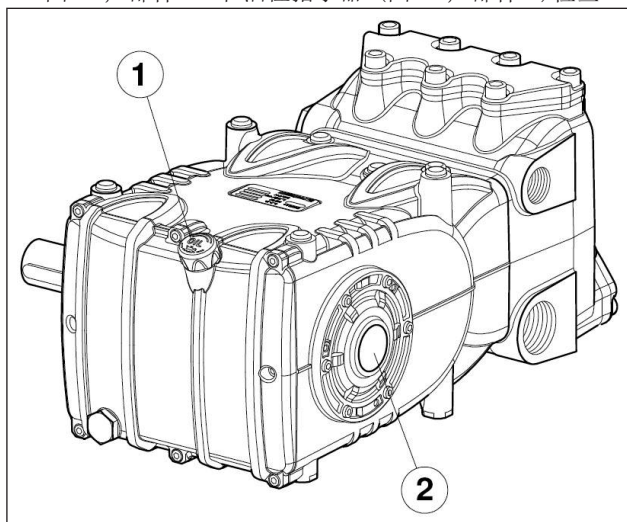

图 14
5. 泵壳体内的油达到所需油位，可通过专用油位尺（图 14，部件①①和油位指示器（图 14，部件②②）检查。